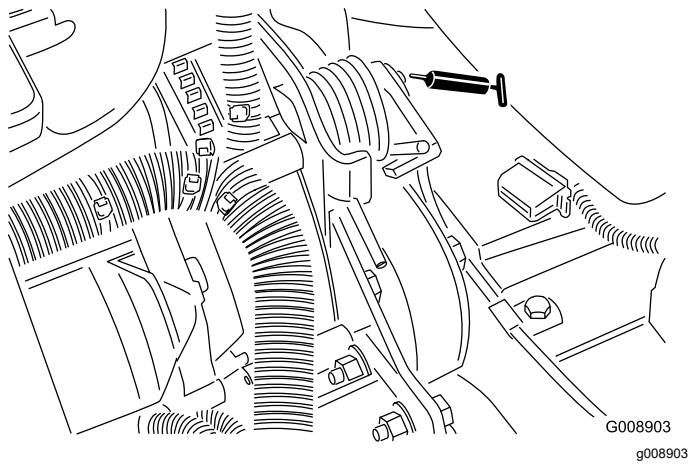

Figura 69
- Perno di tensionamento della cinghia (Figura 69)